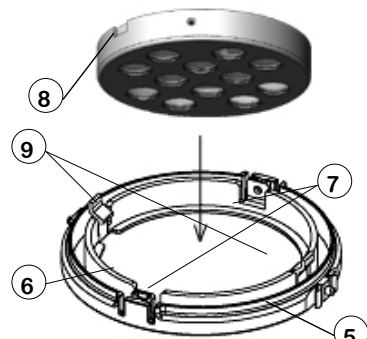

Fig.1
- Separare l'anello interno (6) da quello esterno (5) premendo verso il centro in prossimità dello snodo (7).
- Fissare la piastra LED sull'anello interno (6) inserendo il bordo (8) sulle alette (9). (Fig.1);